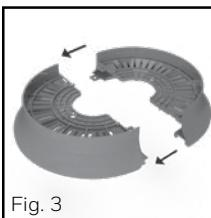

Fig. 3
- Alignez les pièces frontales et arrières de la base et poussez délicatement les moitiés jusqu'à ce que les pièces s'enclenchent ensemble (Fig 3).